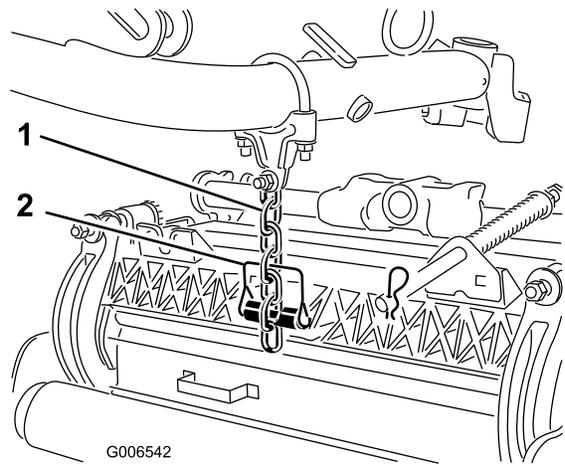

Bild 19
7. Befestigen Sie die Hubarmkette mit dem Einraststift an der Kettenhalterung des Mähwerks (Bild 19).